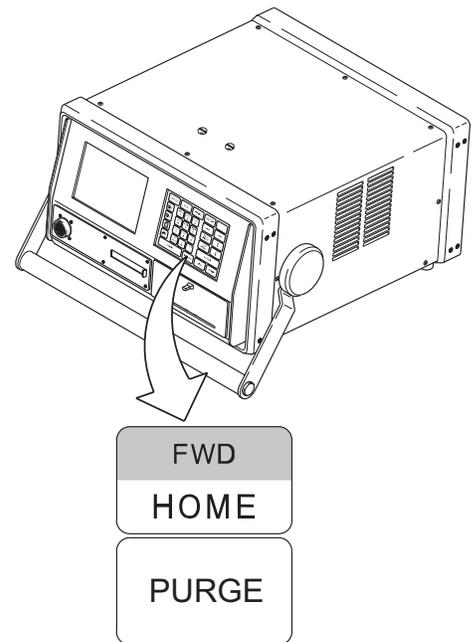

Figura 81 Posición de las teclas
5. Localice las teclas **HOME** (posición inicial) y **PURGE** (Purga) en el panel frontal. Véase la Figura 81.